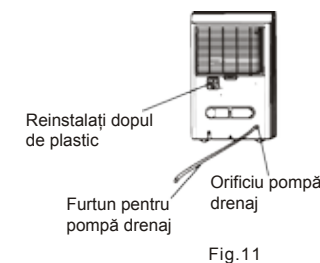

Fig. 11
- Scoateți furtunul de evacuare continuă din unitate și instalați capatul de plastic la priza continuă a furtunului de evacuare al unității prin rotație în sensul acelor de ceasornic. (Vezi Fig. 11)
- Reintroduceți furtunul de evacuare a pompei la priza furtunului de evacuare a pompei de adâncime de 15mm, cel puțin (vezi Fig. 11), apoi duceți furtunul de apă la scurgerea de la podea sau o instalație de drenaj adecvat.